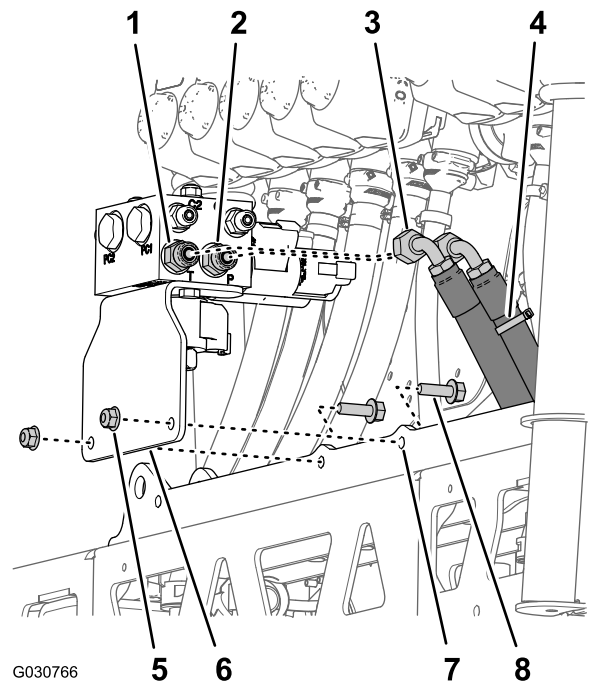

图 127
1. 将在 卸下提升油缸阀箱和支撑托架 (页码 31) 的步骤 3 中卸下的喷洒臂提升阀箱支撑托架中的孔与新中央喷洒臂段的油缸安装座对齐 图 127。
2. 使用在 图 127 的步骤 3 中卸下的 2 个凸缘头螺栓 5/16 x 1 英寸和 2 个凸缘锁紧螺母 5/16 英寸将支撑托架安装到油缸安装座上 卸下提升油缸阀箱和支撑托架 (页码 31)。
4. 将液压压力软管用扎带标记安装到喷洒臂提升阀箱的 P 端口 图 127。
5. 将液压回流软管安装到喷洒臂提升阀箱的 T 端口 图 127。